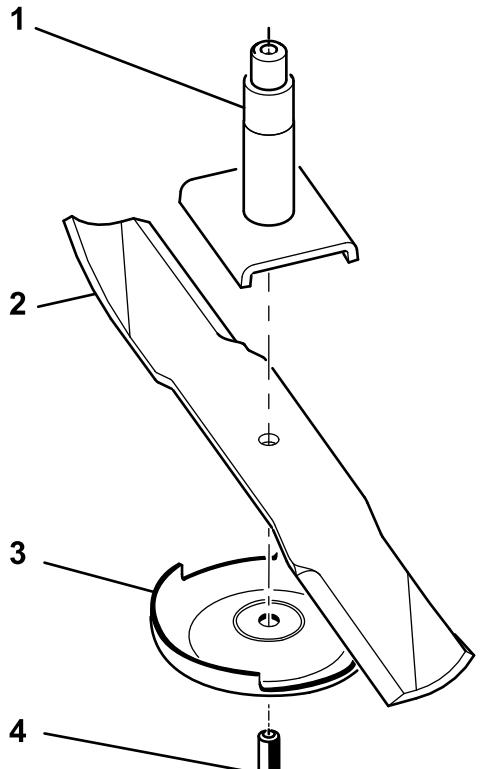

図 69
外す(図 69)。
裏面を少し削って調整する(図 69)。バ
- スピンドル・シャフトにブレードを取り付ける(図 69)。
- 芝削り防止プレートとブレード・ボルトを取り付ける(図 69)。